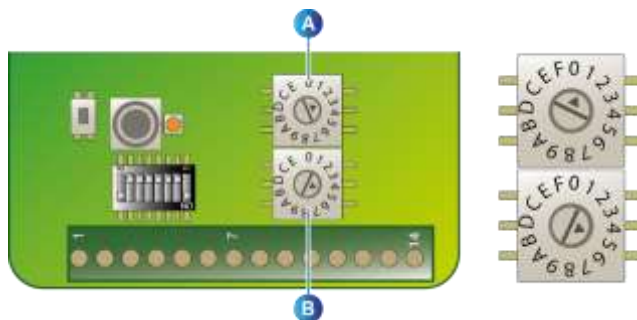

Рис. 50. Адресация радиокарты.
1. Проверьте конфигурацию адресов (вращающиеся переключатели, радиокарты газоанализаторов *OLCT 80* (Рис. 50, поз. А и В) и *Мастер*-приемника (Рис. 52, поз. D).